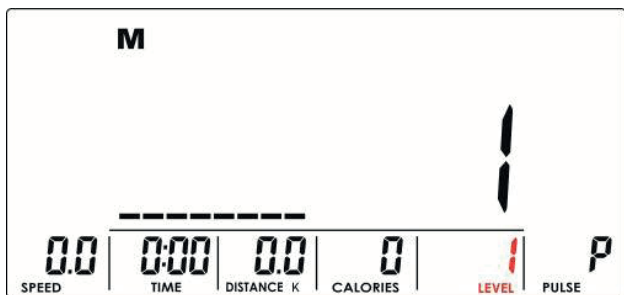

Fig. 10
2. Réglez le niveau de résistance à l'aide des touches UP/DOWN (fig. 10). La valeur affichée par défaut est 1.